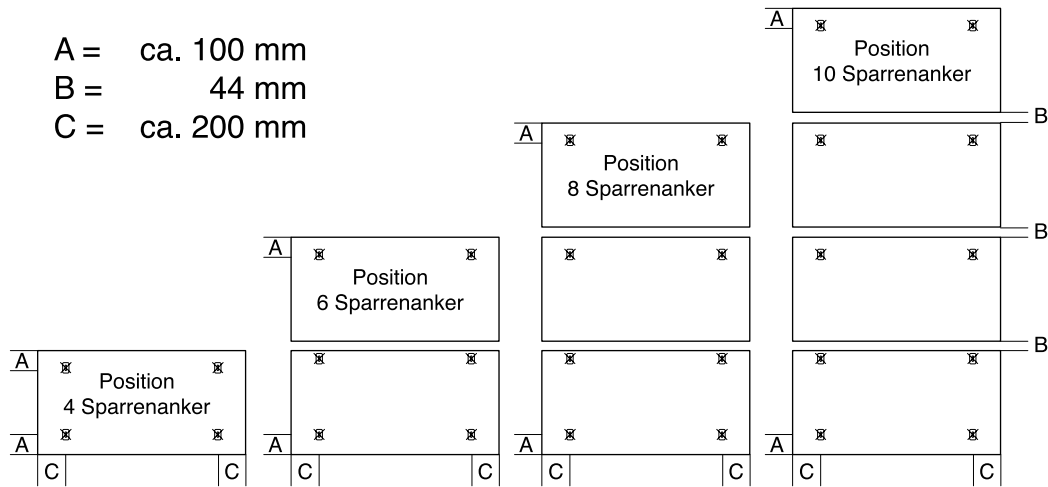

Bild 22
Im Bild 20 ist die Position der Sparrenanker für zwei Kollektoren dargestellt. Sind mehrere Kollektoren in einer Reihe zu montieren, muss zuerst die Position der unteren beiden Sparrenanker und dann die Position der oberen Sparrenanker festgelegt werden. Weitere Sparrenanker bei größerer Kollektorzahl sind dazwischen mit gleichmäßiger Verteilung zu montieren, siehe Bild 22.
- Im Bild 22 ist die Anzahl der Sparrenanker je nach Anzahl der Kollektoren dargestellt. Die zusätzlichen Sparrenanker sind gleichmäßig zwischen den unteren und oberen Sparrenankern zu verteilen. Zusätzliche Sparren anzeichnen.